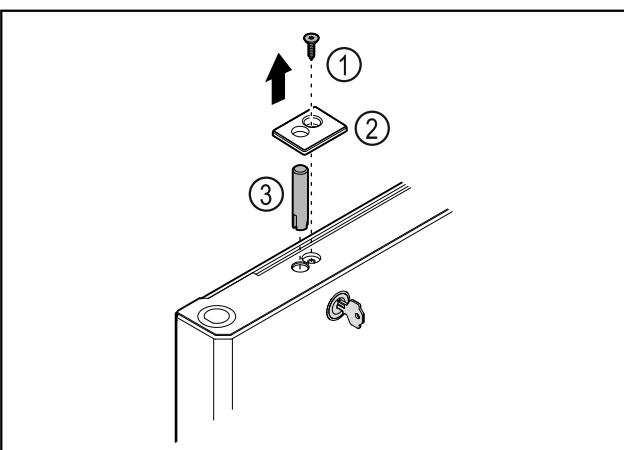

Fig. 38
► Зніміть гвинт Fig. 38 (1).
► За допомогою малої викрутки зніміть з фіксатора кришку Fig. 38 (2) і видаліть.
► Витягніть палець замка Fig. 38 (3).